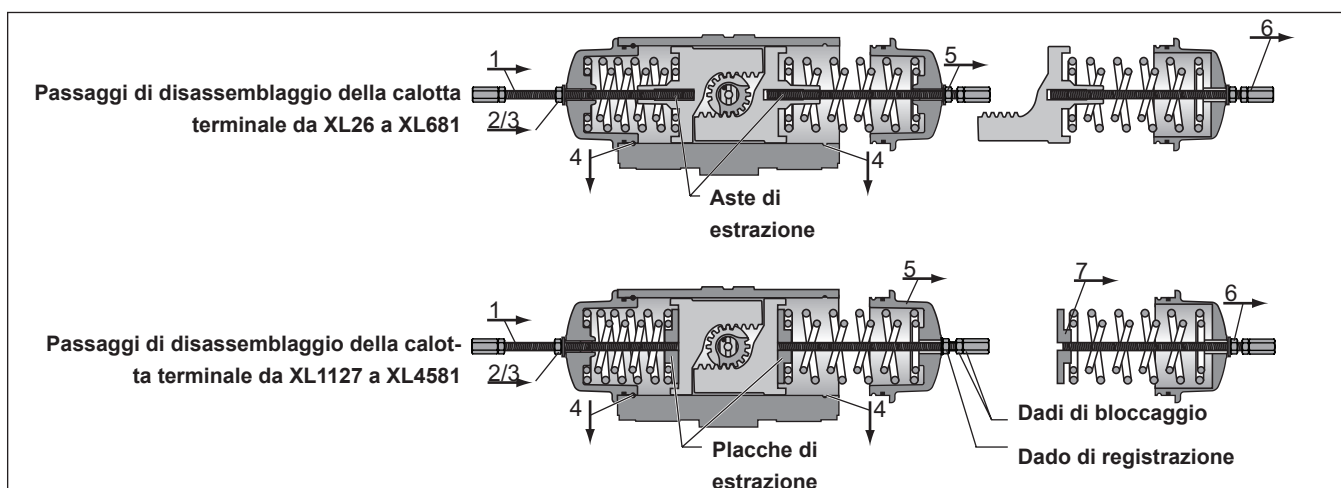

Fig. 5 Disassemblaggio calotta terminale
- 1 Allentare i dadi di bloccaggio (24) e rimuovere sia i limitatori di corsa (22) che le guarnizioni filettate (23) o le guarnizioni O-ring (23a).
- 2 Rimuovere l'indicatore (7) dalla sommità del pignone (19). Da XL26 a XL221 utilizzare una chiave per viti Allen da 4mm. Per dimensioni maggiori, l'indicatore può essere estratto dalla sommità del pignone.
- 3 Rimuovere sia i bulloni di tenuta (28) che le guarnizioni (29) dalle calotte terminali (21).
- Da XL 26 a XL 681 nei pistoni (20)
- Da XL 1127 a XL4581 nella placca di bloccaggio (20a, vedere anche fig. 5) fino a quando la corsa si arresta (NON STRINGERE ECCESSIVAMENTE) ed assicurarsi che il dado e la rondella siano rimossi dalla superficie della calotta terminale.
- 7 Posizionare una chiave sui "dadi di bloccaggio" per impedire di ruotare. Utilizzare un'altra chiave per avvitare i dadi di registrazione di 180° per volta (vedere fig. 5) in senso orario lungo le aste, fino ad ottenere due giri completi.
- Da XL 26 a XL681 vengono spostati i pistoni (20)
- Da XL 1127 a XL4581 viene spostata la placca di bloccaggio (vedere anche fig. 5) verso le calotte terminali (21) e le molle vengono compresse. Questa compressione delle molle scarica la forza di compressione e sblocca l'unità SAFEKEY per la rimozione.
11 Per mantenere intatto il gruppo del pacchetto di molle (fig. 5), lasciare inserita l'asta di bloccaggio. Per disassemblare il pacchetto di molle, svitare il dado di bloccaggio sull'asta per scaricare la forza di compressione, posizionando allo stesso tempo una chiave sui dadi di bloccaggio per impedire all'asta di ruotare.